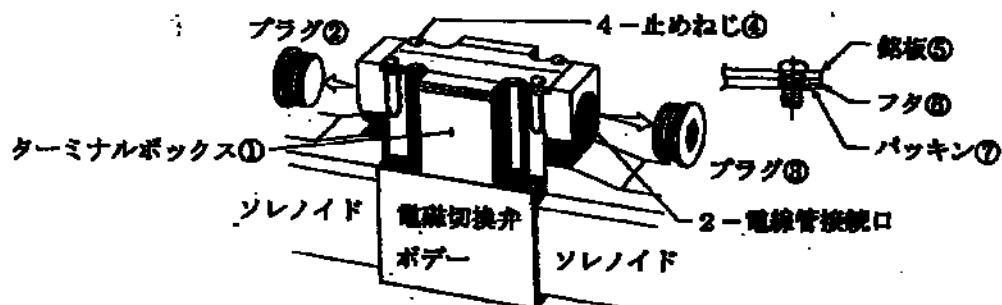

図5 ターミナルボックスへの配線
4.1.2 ターミナルボックスの端子台へ配線する(図5、6、7参照)